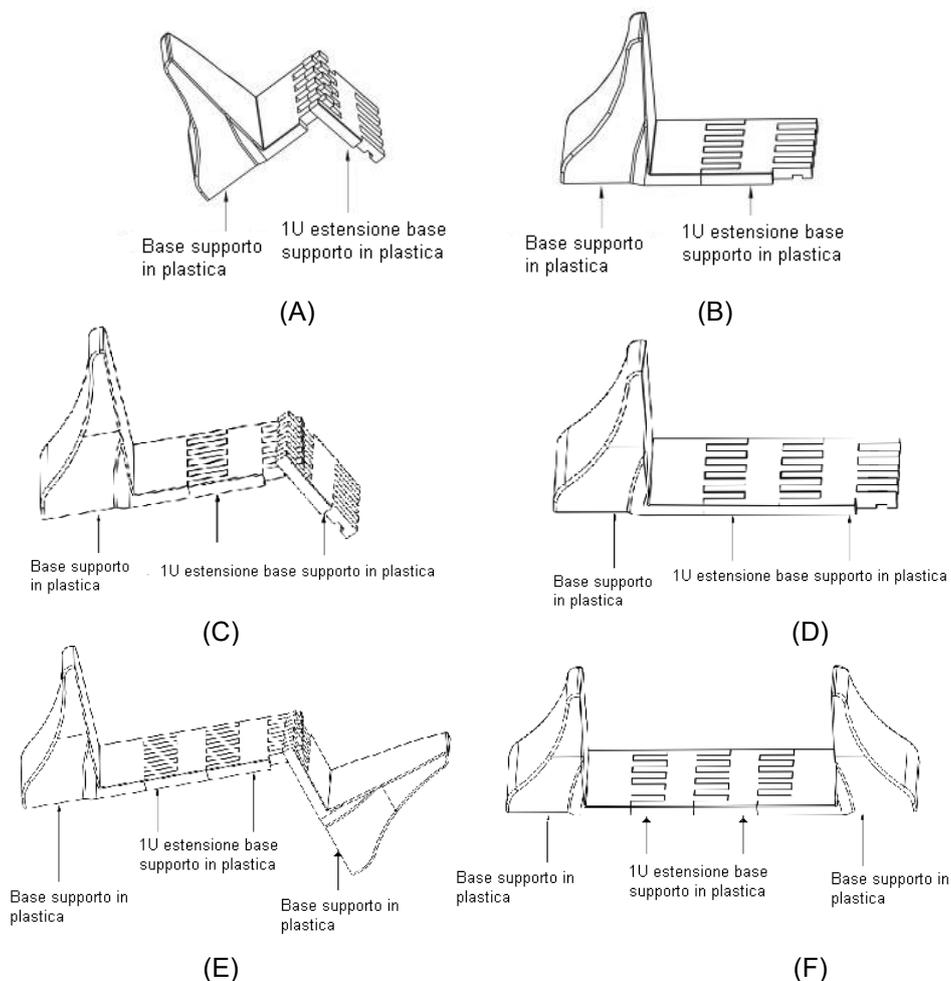

Figura 10 Aggiunta della base in plastica per includere un EBP
- ③ Se si deve installare anche un cabinet espansione batterie (EBP) a fianco dell'UPS l'installazione della base in plastica è la stessa, la differenza sta nel fatto che 1U base in plastica va aggiunta nel mezzo (rif. figura 10 da A a F).